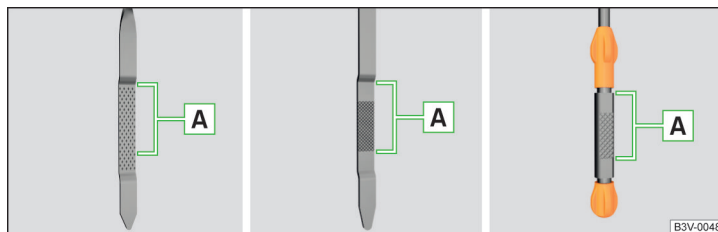

Fig. 325 Modelos de varillas del nivel de aceite
El nivel de aceite tiene que situarse en la zona **A** » fig. 325. ¡Si el nivel de aceite se encuentra por debajo de la zona **A** se debe rellenar aceite.
- El nivel de aceite no debe estar nunca fuera de la zona **A** » fig. 325 - ¡De lo contrario existe riesgo de daños del motor, así como en el sistema de gases de escape!